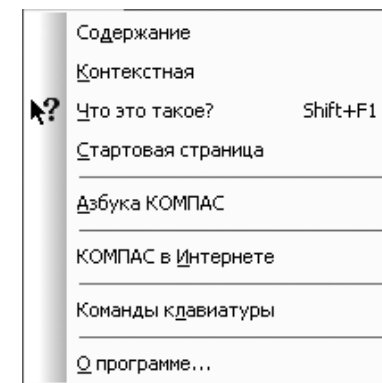

Рис. 1.19. Выпадающее меню пункта главного меню **Справка**
**Пункт главного меню Справка** или нажатие комбинации клавиш **Alt+C** вызывает выпадающее меню **Справка**, показанное на рис. 1.19.